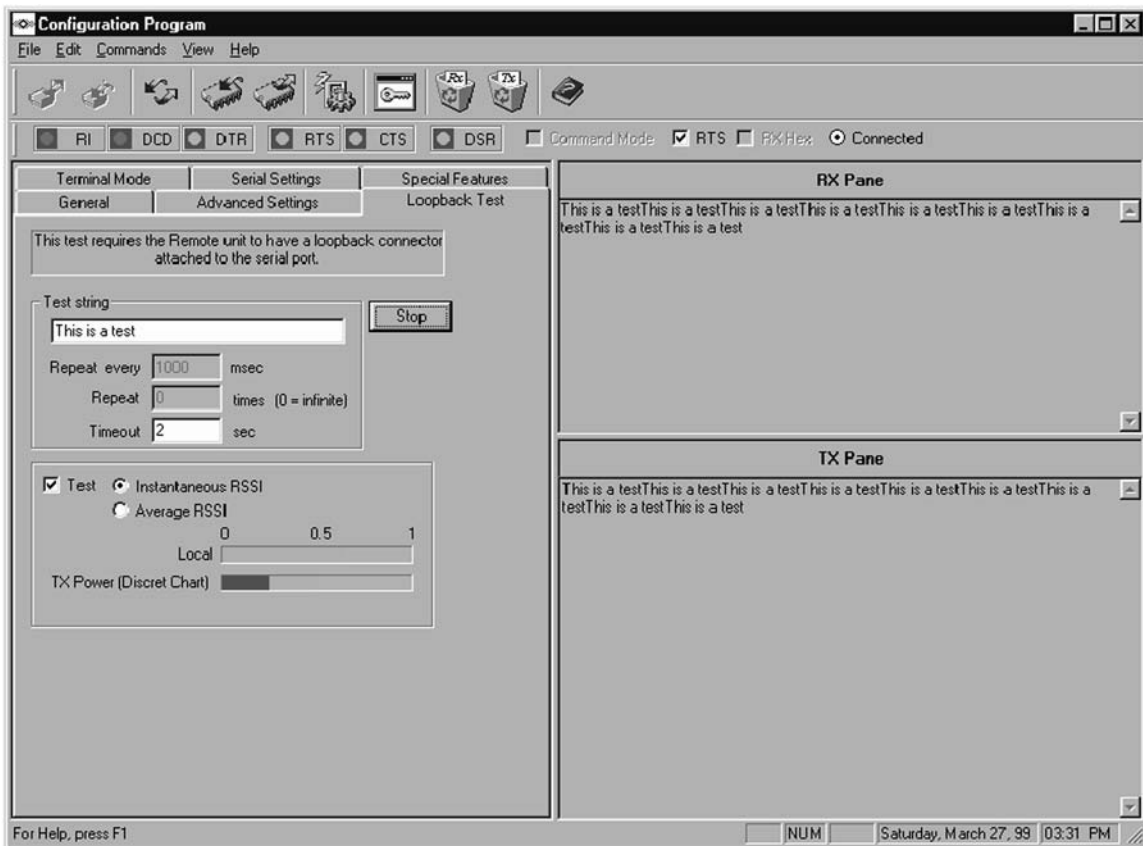

Fig. 19 — Loopback Test Window
1. Click the Loopback Test tab. See Fig. 19.